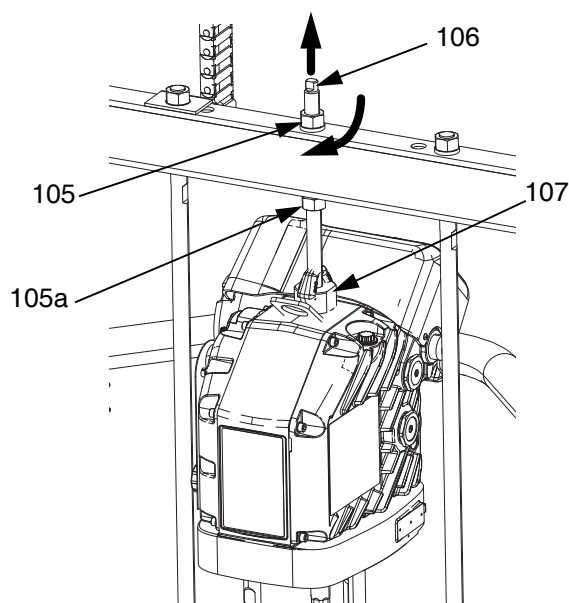

FIG. 24
- a. abbassare il driver sulla pompa volumetrica girando il dado (105) sulla parte superiore della barra del ram con una chiave inglese. Vedere FIG. 24 a pagina 31. Avvitare il dado (105) verso l'alto e serrarlo sotto la barra del ram. Serrare il dado (105) sotto la barra a croce con una coppia massima di 34 N•m (25 ft-lb).